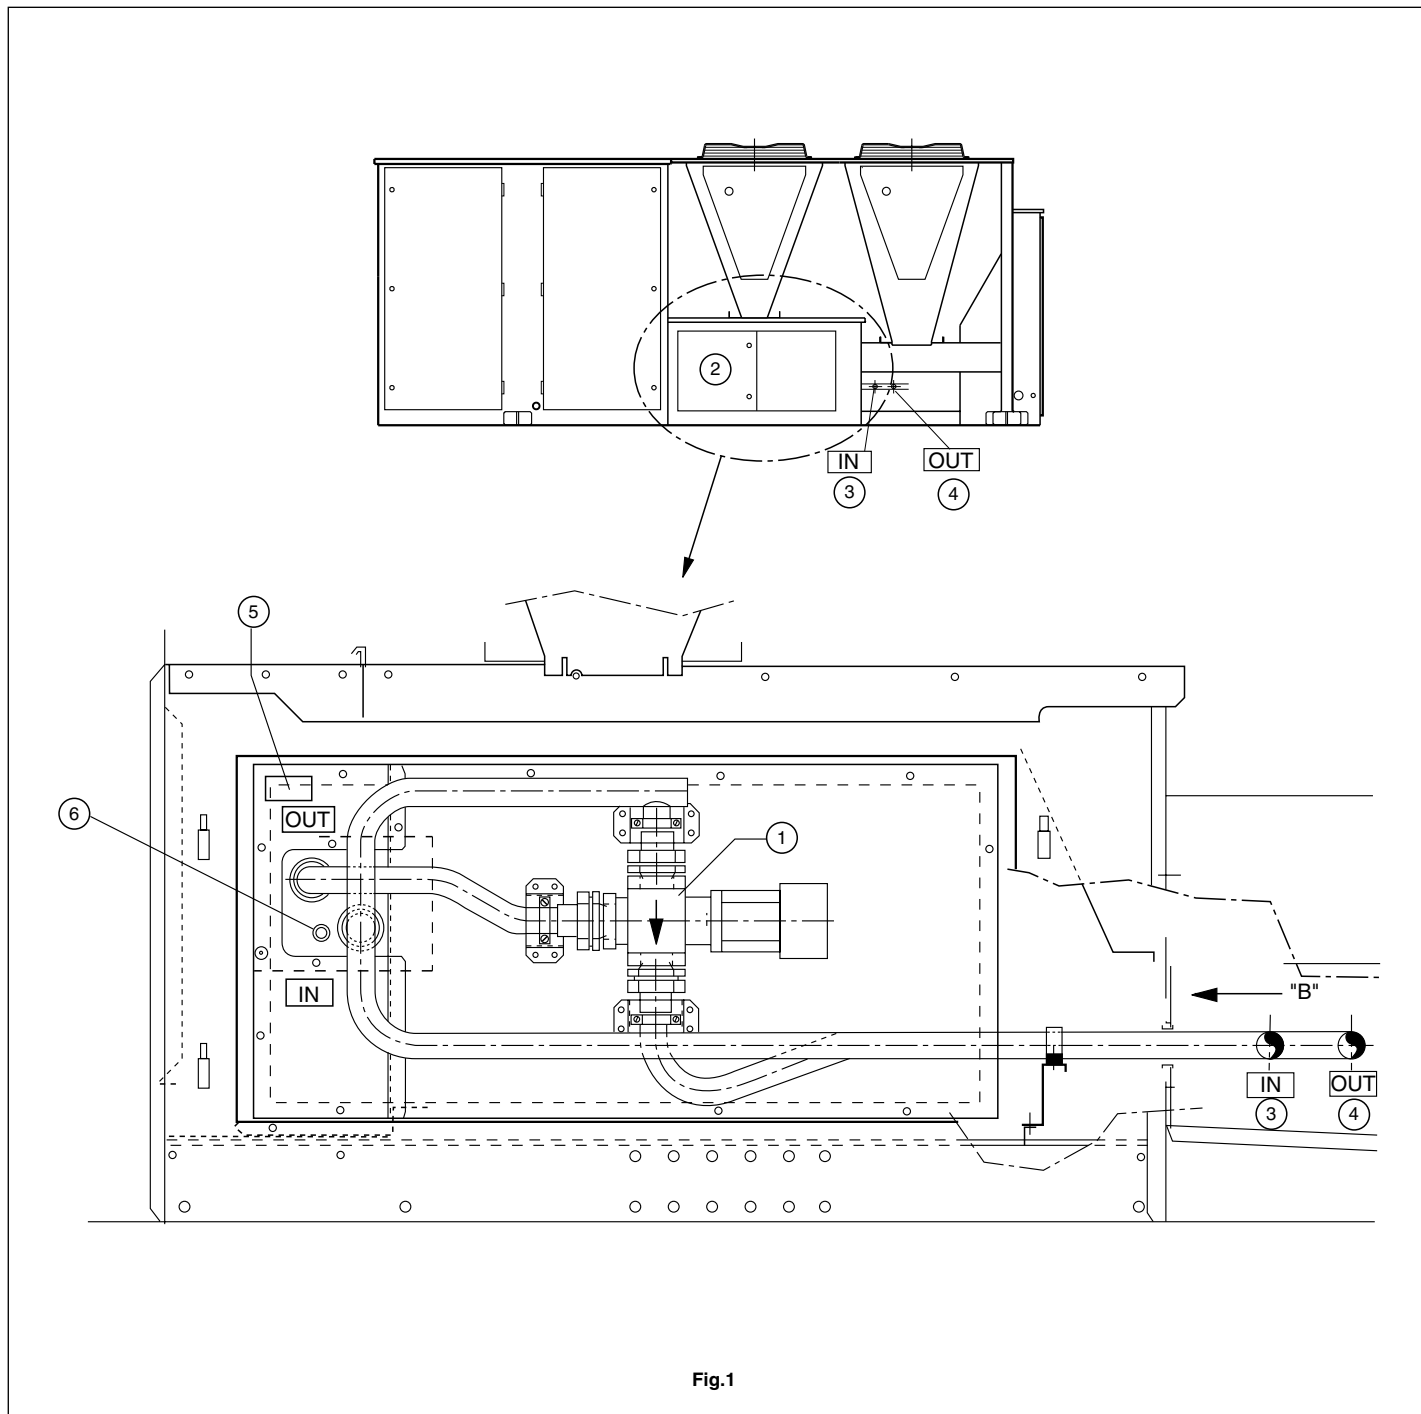

Fig.1
Estas instrucciones de instalación proporcionan toda la información necesaria para la correcta instalación en obra (Ver Fig.1).
Desconectar la potencia eléctrica principal de la unidad a través del interruptor Q1. Ver Fig. 1, 2, 3, 4, 5 y diagrama eléctrico para ver los detalles de conexión de la batería.
2. Las conexiones entrada y salida de agua se realizan frontalmente, en la zona existente entre la impulsión y la cabina de compresores y caja eléctrica (Fig.1)